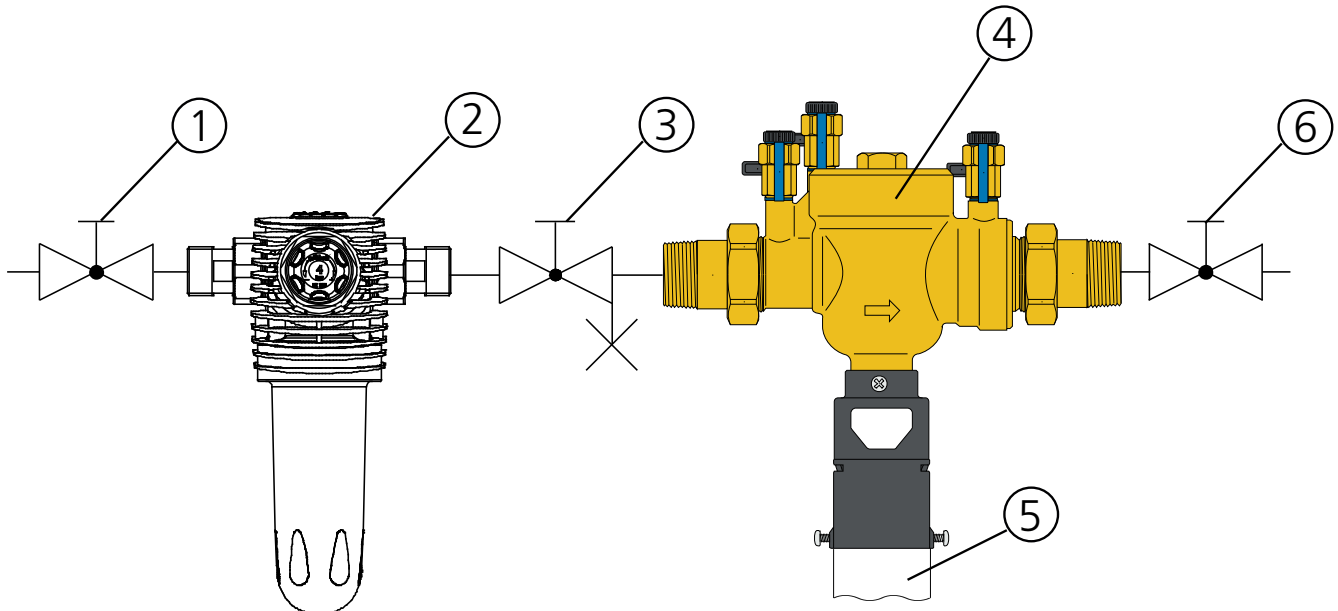

Abb. D-1: Installationsbeispiel Euro-Systemtrenner GENO[®]-DK 2
- Installation entsprechend der Installationszeichnung (Abb. D-1) vornehmen.